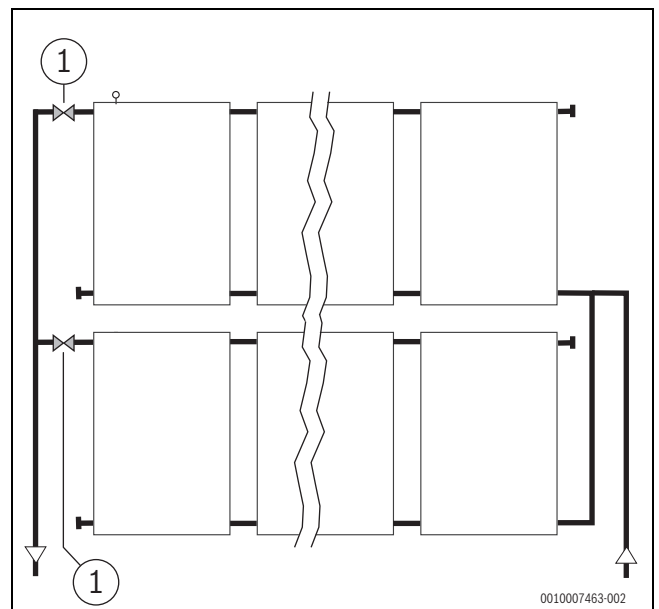

Bild 59 Spülen von parallel geschalteten Kollektorfeldern
- Im Vorlauf glykol- und temperaturbeständige Absperrarmaturen (→ Bild 59, [1]) montieren.